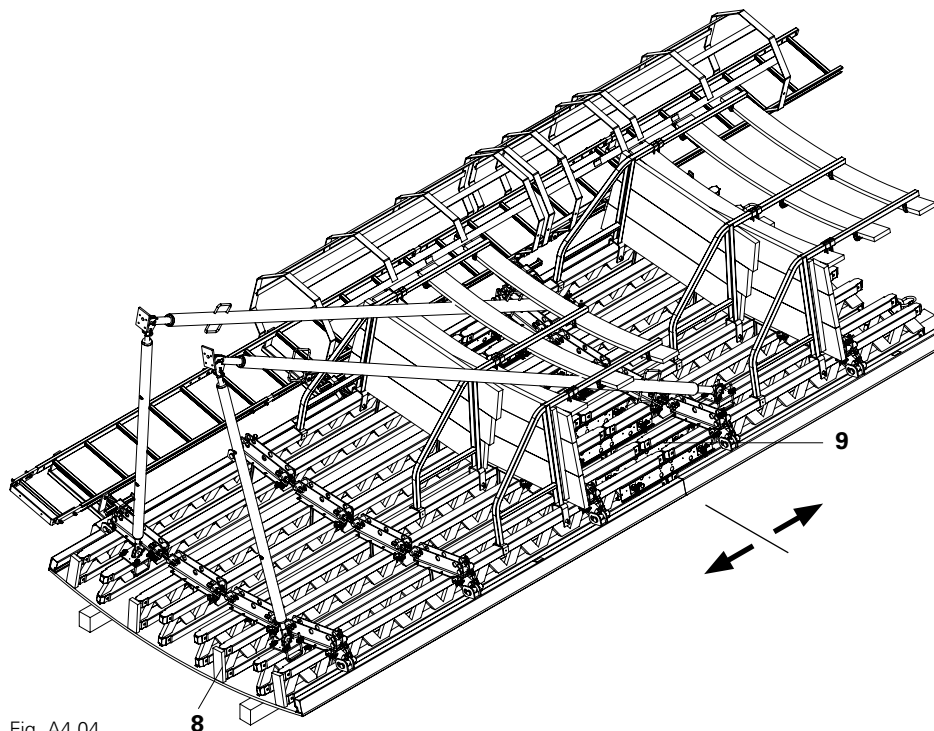

Fig. A4.04
1. Sovrapporre l'unità orizzontalmente a tutta altezza e montare gli spessori di appoggio (8).
6. Montare staffe di sollevamento (9), bracci e puntelli di stabilizzazione nell'elemento di base. (Fig. A4.04)